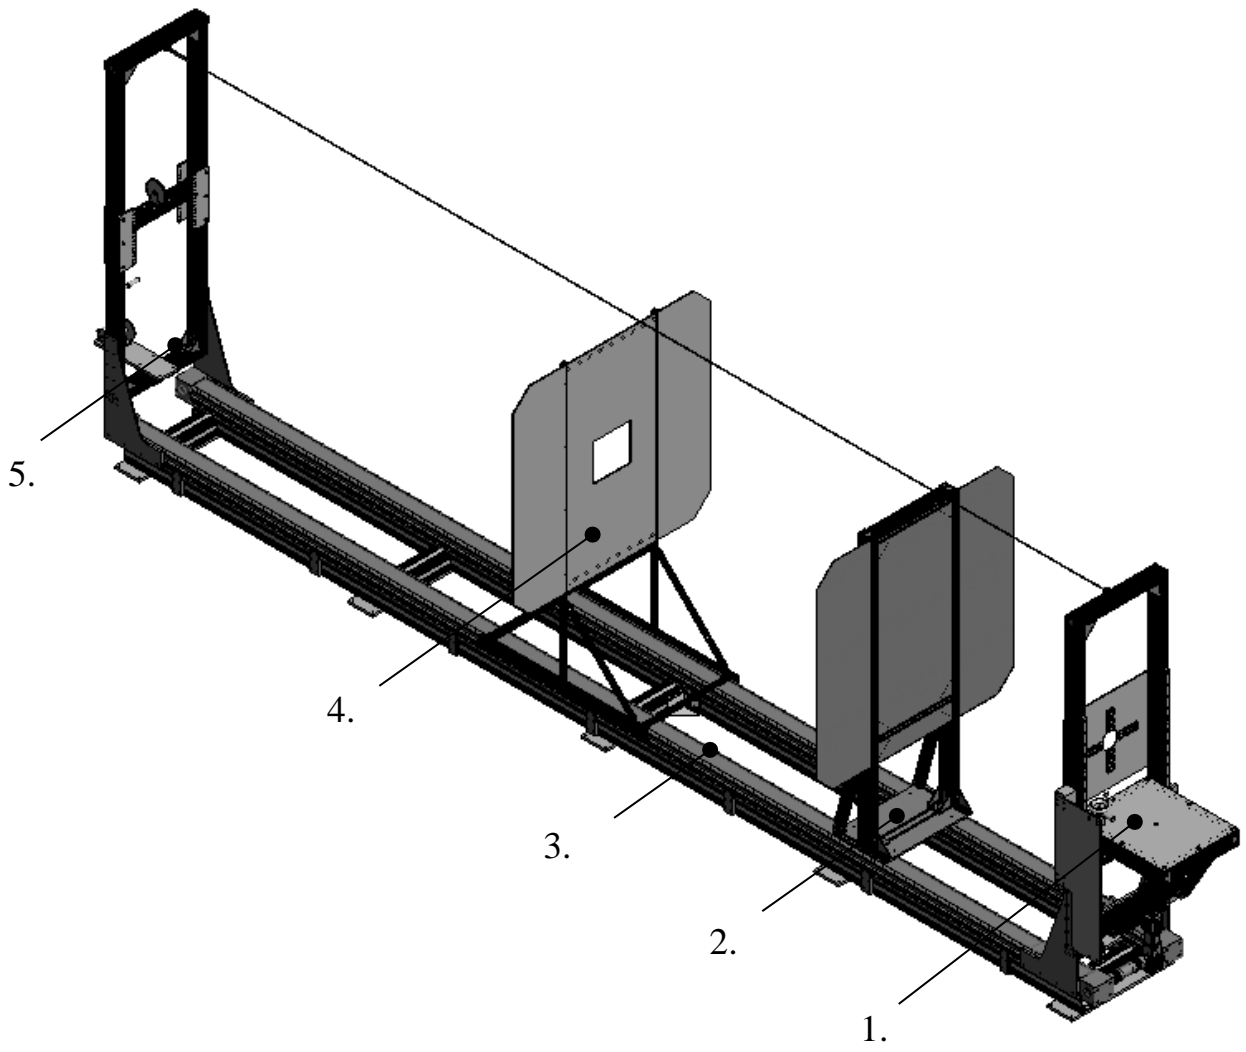

Рисунок 2. Стенд для поверки (калибровки) уровнемеров
Основание стенда с модулем перемещения (поз. 3 рис. 2) жестко крепятся к полу и выставляется по уровню.
Стойка для подавления ложных отраженных сигналов (поз. 4 рис. 2) состоит из рамы с размещенным на ней щитом с радиопоглощающим материалом.
На стол стойки (рис. 2, поз. 1) устанавливается лазерный интерферометр и с помощью регулируемой площадки выставляется горизонтально относительно основания стенда.
- установить поверяемый уровнемер на стойку (рис. 2, поз. 1), в случае необходимости использовать переходные втулки;
- установить на стойке (рис.2, поз.2) необходимый щит (в зависимости от типа поверяемого уровнемера);
- установить поверяемый прибор на стойку (рис. 2, поз. 1), в случае необходимости использовать переходные втулки;